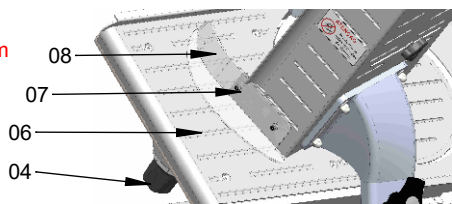

Figura 04
2.3.1 Retire as porcas e arruelas (Item 07, figura 04), utilize uma chave sextavada 7mm.
2.3.2 Coloque o protetor de acrílico (Item 08, figura 04) e recoloque as arruelas e porcas.
2.3.3 Utilize o regulador de espessura (Item 04, figura 04) nivele a mesa (Item 06, figura 04) com a lâmina antes de regular o protetor.
3.1.2 Quando efetuar a limpeza com a lâmina instalada no aparelho, gire o regulador de corte (Item 04, figura 04) no ponto "Zero" para que a aresta de corte da lâmina seja protegida pela mesa, evitando contato.